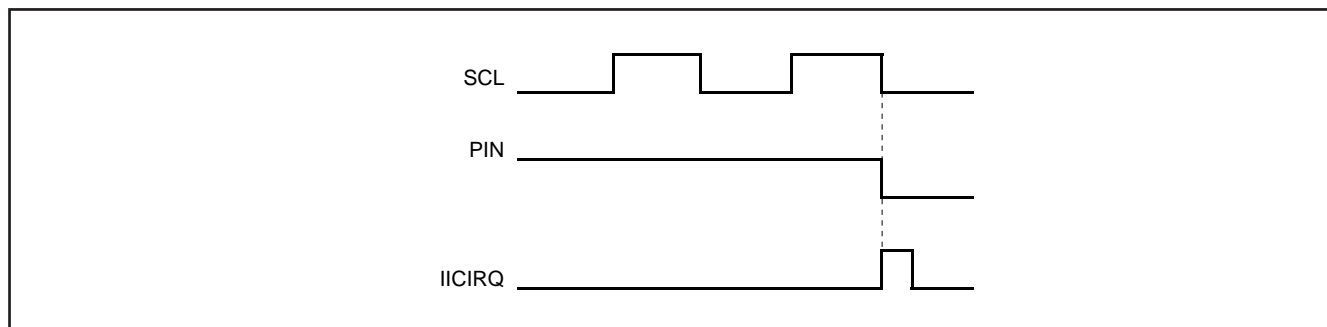

図 8.6.8 割り込み要求信号の発生タイミング
(5) ビット 4 : I²C-BUS インタフェース割り込み要求ビット (PIN)
割り込み要求信号を発生させるビットです。1 バイトのデータ通信完了ごとに、PIN ビットは“ 1 ”から“ 0 ”になります。同時に CPU へ割り込み要求信号が発生します。PIN ビットは内部クロックの最終クロック(アッククロックを含む)の立ち下がりに同期して“ 0 ”になり、割り込み要求信号は PIN ビットの立ち下がりに同期して発生します。スレーブ時は、ストップコンディションを検出すると、PIN ビットの立ち下がりに関係なく、マルチマスタ I²C-BUS インタフェース割り込み要求ビット (IR) は“ 0 ”から“ 1 ”(要求あり)になります。PIN ビットが“ 0 ”のときは SCL は“ 0 ”に保たれクロックの発生は禁止されます。図 8.6.8 に割り込み要求信号の発生タイミングを示します。